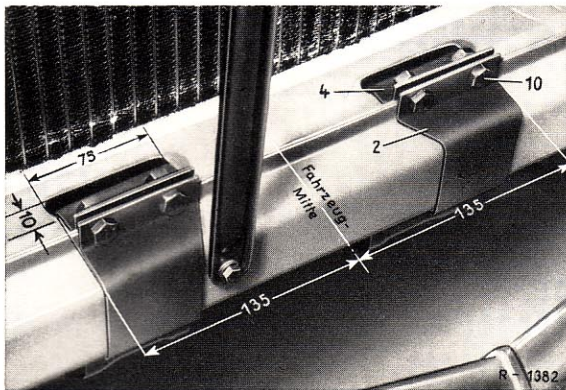

Bild 52-1/2
1. Im Versteifungsblech zwischen vorderem Karosserie-Querträger und Kühler zwei Langlöcher – diese sind neuerdings serienmäßig vorhanden – anbringen (Bild 52-1/2).